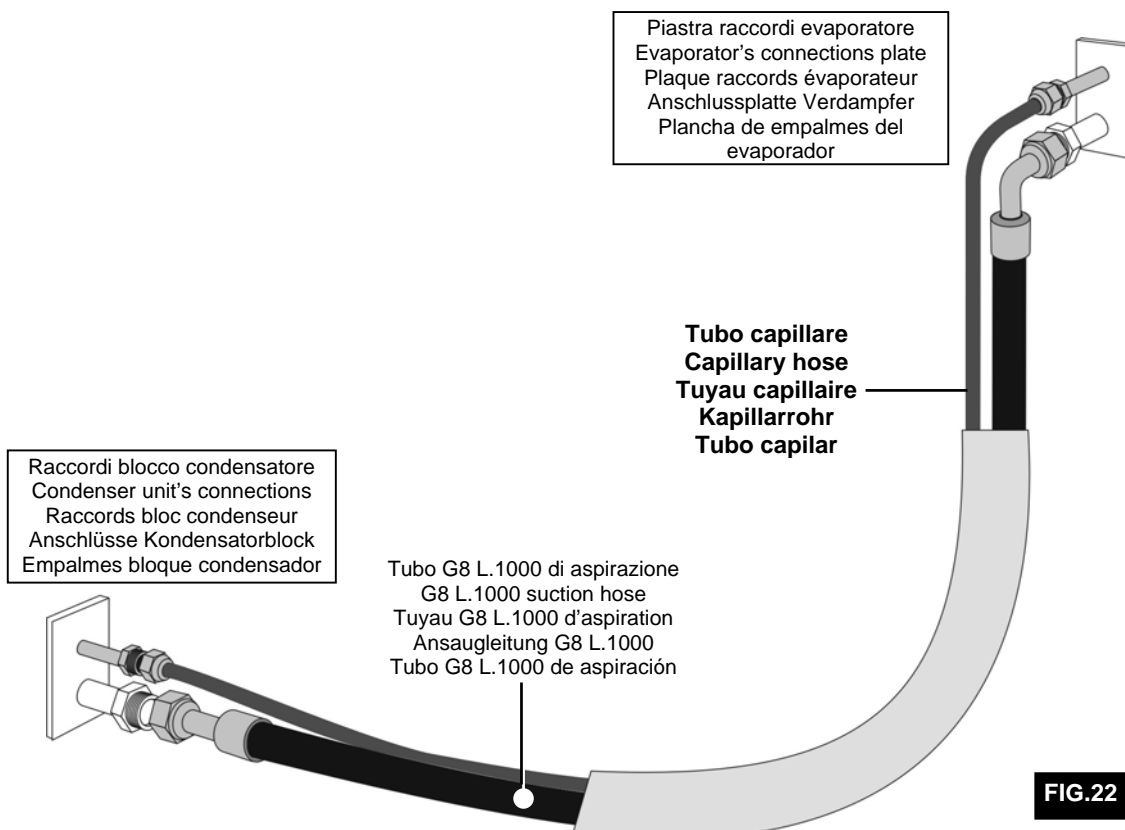

FIG.22
- I 4** Eseguire i collegamenti del tubo refrigerante G8 e del capillare (VEDI FIG.22) e rivestire accuratamente con prestite i raccordi da entrambi i lati (VEDI FIG.23 – 24).
- GB 4** Make the connections of coolant pipe G8 and the capillary (SEE FIG.22) and cover the joints on both sides carefully with anticondensate strip (SEE FIG.23 – 24).
- F 4** Exécuter les raccordements du tube réfrigérant G8 et du tube capillaire (VOIR FIG.22) et revêtir soigneusement avec matériel anticondensation les raccords des deux côtés (VOIR FIG.23 – 24).
- D 4** Die Kühlmittleitung G8 und die Kapillarrohr (SIEHE ABB. 22) anschließen und auf beide Seiten der Anschlussstellen sorgfältig Kondenswasserabweisende auftragen (SIEHE ABB. 23 – 24).
- E 4** Efectuar las conexiones del tubo refrigerante G8 y del capilar (VÉASE FIG.22) y revestir con junta anticondensación cuidado las conexiones de ambos lados (VÉASE FIG.23 – 24)